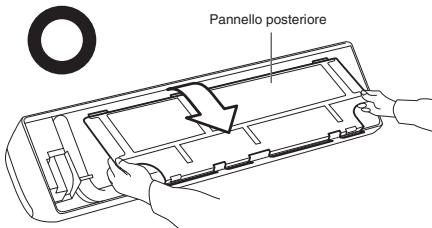

Fig. 3-73
- (3) Rimuovere il pannello posteriore afferrando i punti indicati nella Fig. 3-73 e tirandolo in direzione della freccia.